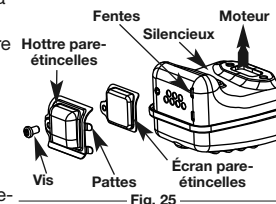

Fig. 25
2. Situez le pot d'échappement sans le retirer. Trouvez le vis sur la partie inférieure du pot d'échappement (Fig. 25). Retirez le vis en vous servant soit d'un tournevis torx #20 ou d'un tournevis plat.